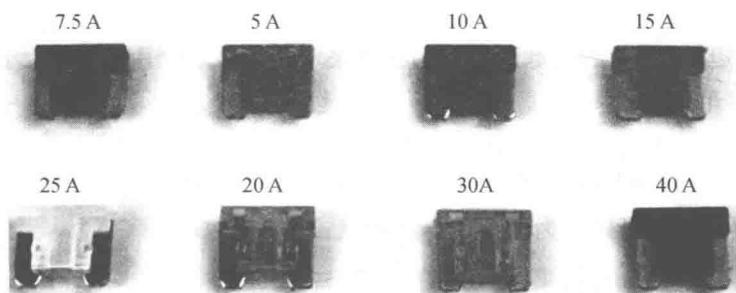

图1-5 熔断器
(1) 熔断器是最常用的保护装置,其内的保护元件就是“熔丝”,是不可恢复的电路保护装置,通常用于局部电路的保护,如图1-5所示。